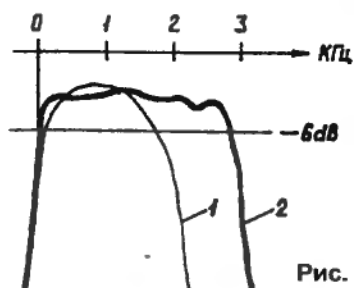

Рис. 2
чения фильтра. Амплитудно-частотные характеристики фильтра в типовой схеме включения (1) и в схеме включения с внешними конденсаторами (2) приведены на рис.2.